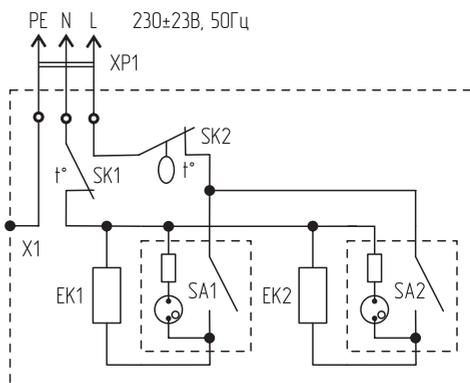

Рисунок 2.
5.2. Схема электрических соединений и узлов конвектора показана на рис. 2. Нагревательный элемент имеет два независимых нагревателя EK1 и EK2, которые могут включаться независимо друг от друга, обеспечивая 100% или 50% номинальной мощности конвектора. В цепь питания нагревателей включены рокерные переключатели с подсветкой SA1 и SA2, термовыключатель защиты от перегрева SK1 и биметаллический термостат SK2.